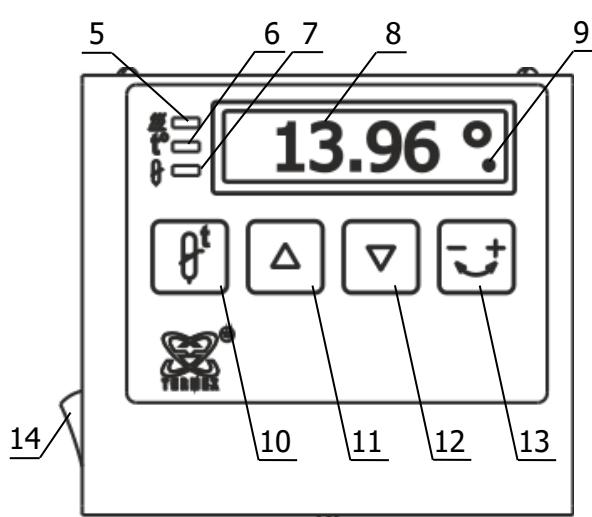

Рисунок 2 — Блок регулирования
1.4.3 Установка режима работы термостатов осуществляется органами управления, расположенными на лицевой панели блока регулирования (рисунок 2).
- ТСВ-02 — кнопкой 14 (рисунок 2).
2.3.1 В рабочем режиме на светодиодном табло 8 (рисунок 2) отображается текущее значение температуры в рабочей камере терmostатов. Индикатор 5 загорается во время работы нагревателя. Индикатор 9 (в виде точки под символом градуса Цельсия) появляется при включении холодильной машины.
2.3.5 При возникновении статического разряда, в процессе эксплуатации терmostатов, возможен сброс настроек и энергонезависимой памяти блока регулирования, при этом показания температуры на табло 8 (рисунок 2) могут значительно отличаться от действительной температуры в рабочей камере терmostатов.
2.4.1 После стабилизации установленной температуры табло 8 (рисунок 2) показывает температуру, измеренную встроенным датчиком, и эта температура может не соответствовать действительной температуре в рабочей камере терmostата.
- для входа в режим коррекции температуры нажать кнопку 13 (рисунок 2), при этом индикатор 6 начнет мигать;